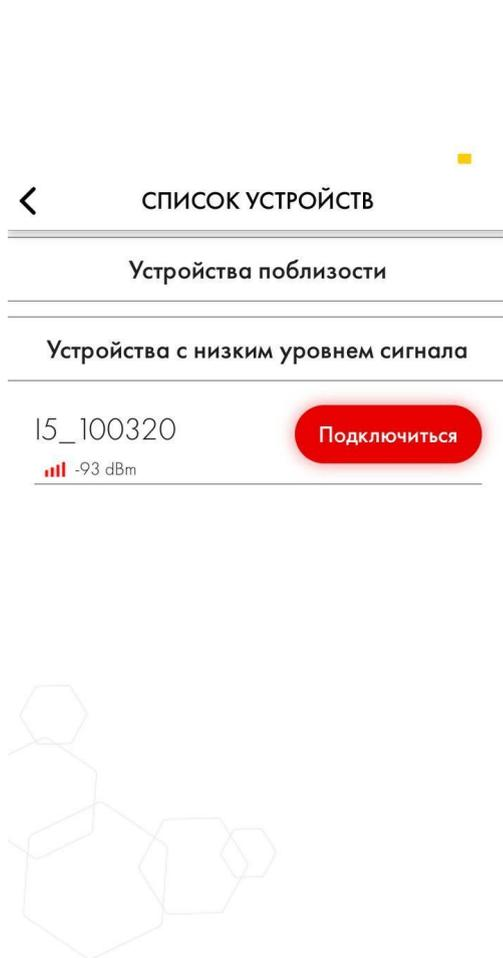
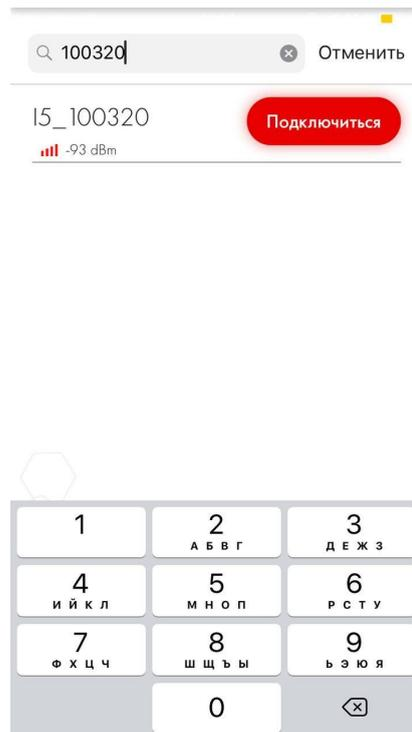

Рис. 7 Список доступных устройств
Рис. 8 Поиск по последним 6 цифрам серийного номера
2.2.5 В **Списке доступных устройств** (Рис. 7), нажмите на нужное устройство или найдите его введя последние 6 цифр серийного номер устройства в окно поиска (Рис. 8) например 100320 (в случае с И-5 100320).